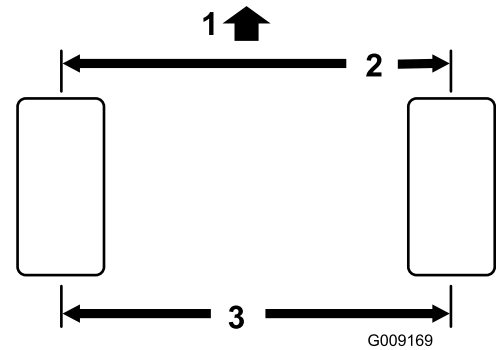

Figura 100
**Nota:** La misurazione anteriore deve risultare di 3 mm inferiore a quella posteriore (Figura 100).